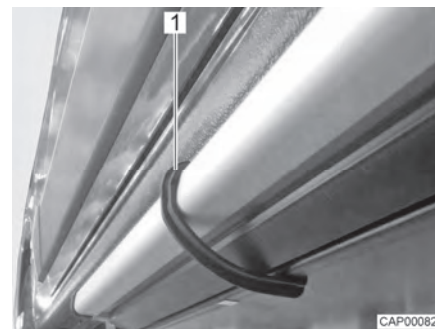

Fig. 5 Grapa de fijación (escalón de entrada)
- Retener el escalón de entrada con la grapa de fijación (Fig. 5,1) incluida de tal modo que no pueda deslizarse hacia fuera.